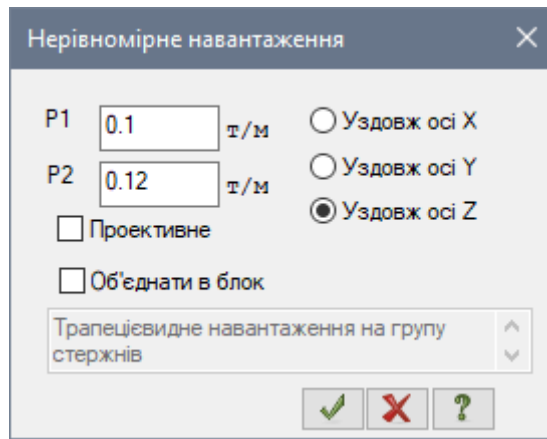

Рис. 8.21. Діалогове вікно **Нерівномірне навантаження**
- Далі в діалоговому вікні **Задання навантажень** натиснувши на кнопку  – **Трапецієвидне навантаження на групу стержнів** відкрийте діалогове вікно **Нерівномірне навантаження** (рис. 8.21).